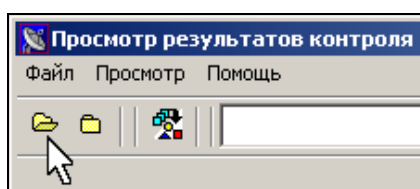
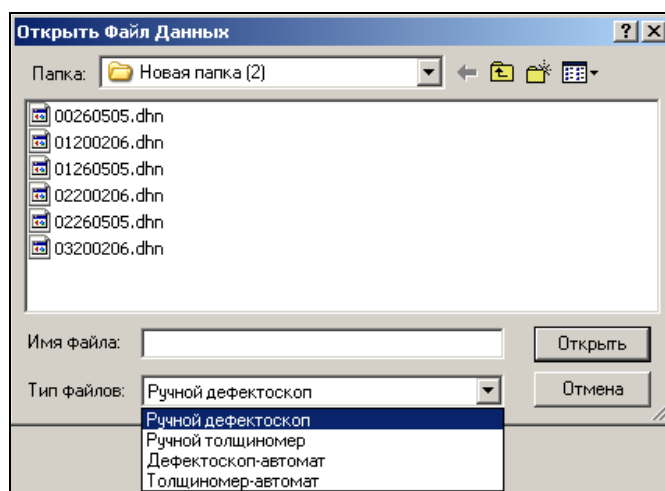

Рисунок 105 – Просмотр результатов контроля на компьютере.
Рисунок 106 – Выбор протоколов контроля для просмотра.
7.5.1 Для просмотра результатов контроля нажать мышкой в верхнем ряду окна программы пиктограмму «Открыть файл» (см. рисунок 105). Появится окно «Открыть файл данных» (см. рисунок 106).
7.5.2 Зайти в папку, в которую были скопированы данные, выбрать тип файла и сам файл и нажать клавишу «Открыть» (см. рисунок 106).